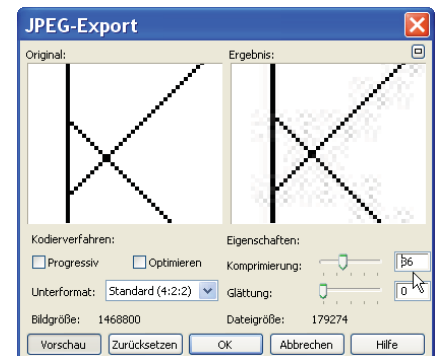

Abb. 5-4: Speichern des 1-Bit-Bildes aus Abb. 5-1 im JPG-Format
- Da das Speichern von 1 Bit-Bildern im JPG-Format nicht möglich ist, erscheint es nicht sinnvoll, reine Schwarz-Weiß-Darstellungen als JPG zu speichern. Intelligente Programme²⁴ bieten das Speicherformat für 1 Bit-Bilder gar nicht an oder blenden eine Warnung ein. Wenn ein Programm das Speichern im JPG-Format ohne Rückfrage zuläßt, wird das Bild automatisch in ein 8-Bit-Graustufenbild oder – schlimmstenfalls - in ein 24-Bit-Farbbild umgewandelt. Der Speicherinhalt wächst dementsprechend an. Das Exportieren von 1 Bit-Bildern ins JPG-Format kann in manchen Programmen erzwungen werden, z.B. in COREL DRAW. In dem dann erscheinenden Kontrollfenster (Abb. 5-4) werden bei starker Vergrößerung die durch die Komprimierung verursachten Artefakte sichtbar.